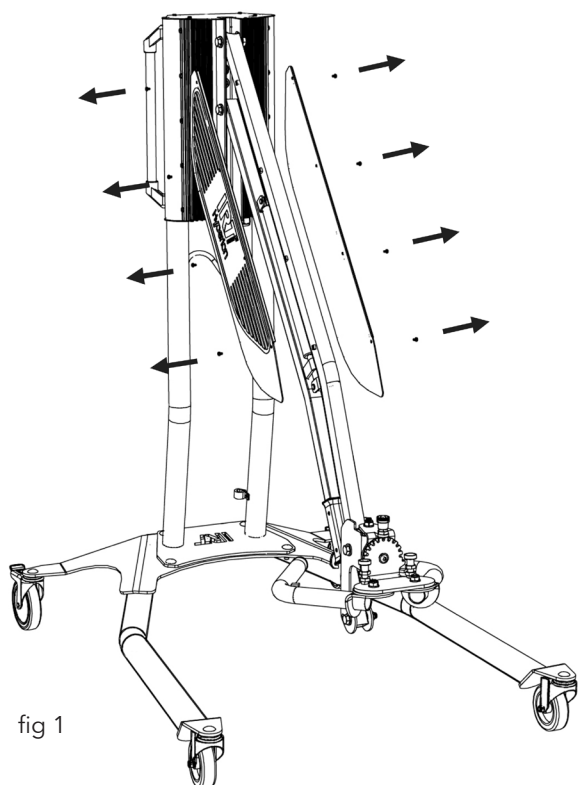

fig 1
1. Rimuovere le quattro viti di fissaggio della piastra situata su ambo i lati del braccio. (fig 1)